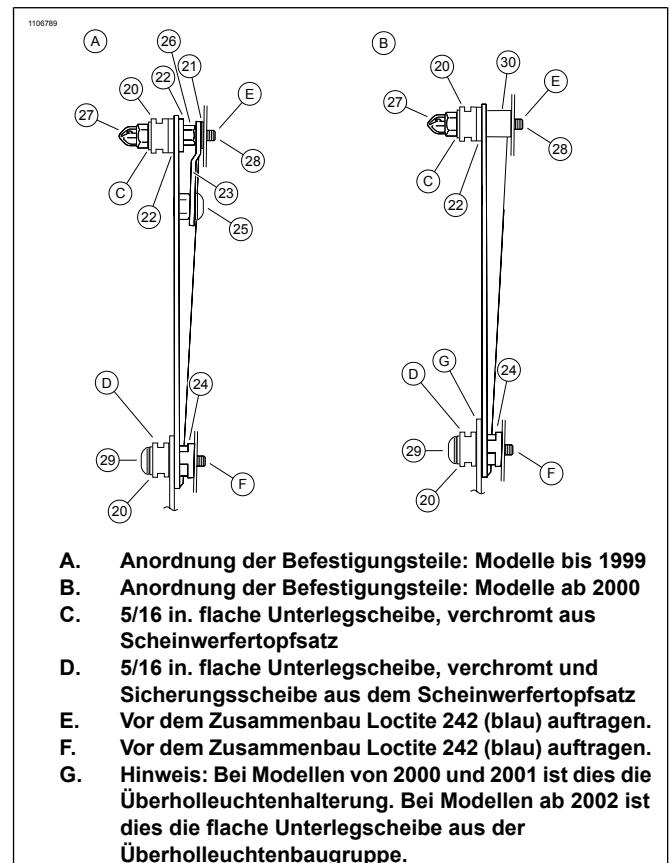

Abbildung 1. Anordnung der Befestigungsteile
1. Siehe Abbildung 1. Bei abgenommener Überholleuchtenbaugruppe die oberen Befestigungsteile (21, 22, 23, 25, 26 und 28) wie gezeigt auf die Überholleuchtenhalterung setzen. Nur die Schrauben (25) in der mittleren Position anziehen.
Zu den Ausnahmen beim nächsten Schritt, siehe Abbildung 1, (G).
3. Überholleuchtendistanzstücke (24) an der Überholleuchtenhalterung befestigen. Den Boden der Überholleuchtenhalterung korrekt positionieren. Den unteren Teil der Halterung mit den unteren Befestigungspunkten (20) mit Schrauben (29) und verchromten Unterlegscheiben aus dem Topfsatz an der Gabelhalterung befestigen. Untere Schrauben locker anziehen.